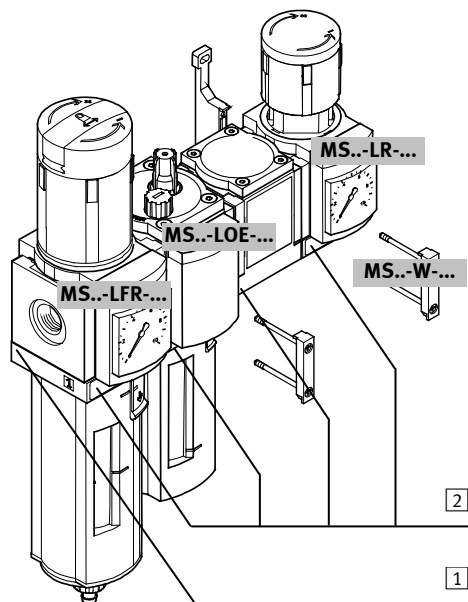

Bild 1 / Fig. 1 / 图 1
- Die MSB..-... ist wie folgt gekennzeichnet (siehe Bild 1):
- The MSB..-... is marked as follows (see Fig. 1):
- MSB..-... 如下标识（参见图 1）：